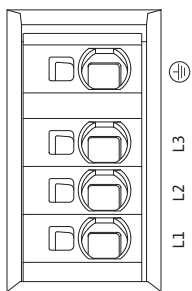

Fig. 31: Terminais de potência (terminais de ligação de rede)
- Terminais de potência (terminais de ligação de rede) (Fig. 31)